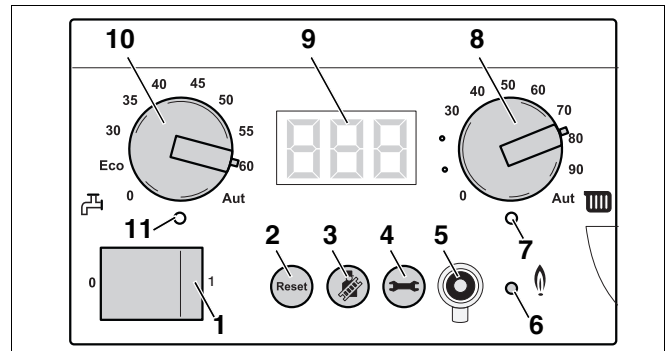

Рис. 80 Главный регулятор BC10
- Включить отопительную установку пусковым выключателем на главном регуляторе Logamatic BC10 (рис. 80, поз. 1).
- Нажать кнопку "Трубочист" (рис. 80, поз. 3) и удерживать нажатой (примерно две секунды), пока справа внизу на дисплее не появится точка (рис. 80, поз. 9). См. также Таб. 9, „Тест дымовых газов“, стр. 43.
- После того, как светодиод "Горелка" (рис. 80 поз. 6) загорится, подождать одну минуту, пока отопительный котел не достигнет своей полной нагрузки.
- Несколько раз нажать кнопку "Индикация состояния" (рис. 80, поз. 4), пока на дисплее не будет отображаться индикация температуры.
- Нажать кнопку "Трубочист" (рис. 80, поз. 3), чтобы завершить процедуру измерения. См. также таб. 9, "Тест дымовых газов", стр. 43.
- Выключить отопительную установку пусковым выключателем на главном регуляторе Logamatic BC10 (рис. 80, поз. 1).
- После того как светодиод "Горелка" (рис. 80, поз. 6) загорится, подождать одну минуту, пока отопительный котел не перейдет на частичную нагрузку.
- Нажать и удерживать нажатой кнопку "Трубочист" (рис. 80, поз. 3), пока точка на дисплее не погаснет.